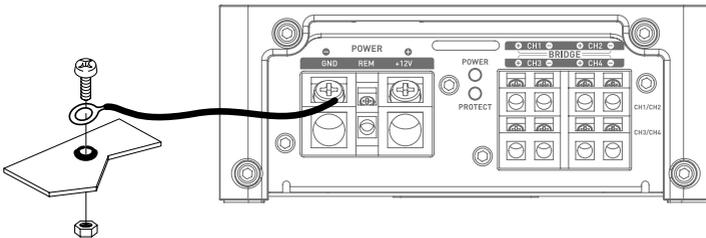

Abb. 2
- 10 - Bevor Sie die Erdung des Gestells vornehmen, entfernen Sie alle Farbspuren auf der Metalloberfläche, um eine gute Erdung sicherzustellen. Die Erdungsanschlüsse müssen so kurz wie möglich sein und IMMER an geschweißtes Metall an der Karosserie oder am Gestell des Fahrzeugs angeschlossen werden (**Abb. 2**). Der allgemein gewählte Erdungspunkt ist derjenige, der die Verbindung zwischen dem Minuspol der Batterie und dem Gestell des Fahrzeugs sicherstellt.
3.3.2 - Nehmen Sie das negative (-) Stromkabel. Dieses Kabel muss so kurz wie möglich sein und sollte idealerweise 1 Meter nicht überschreiten, um eine perfekte Verbindung zwischen dem Verstärker und dem Fahrzeuggestell sicherzustellen. Das Kabel und sein Querschnitt müssen der Tabelle in Punkt 3.1 entsprechen. Finden Sie einen geeigneten Erdungspunkt und schleifen Sie ihn ab, um Farb- oder Lackreste zu entfernen und so die Kontaktqualität zu optimieren. Durchbohren Sie das zuvor geschliffene Blech im Durchmesser, der der gewählten Schraube entspricht, und vergewissern Sie sich, dass kein Durchlauf von Tankkabeln oder einem anderen empfindlichen Element des Fahrzeugs in der Nähe ist. Schweißen Sie das Erdungskabel am mitgelieferten Kabelausgang, der zu Ihrem FPX-Verstärker führt, an und isolieren Sie es (mit einem Schrupfschlauch) (**Abb. 2**).